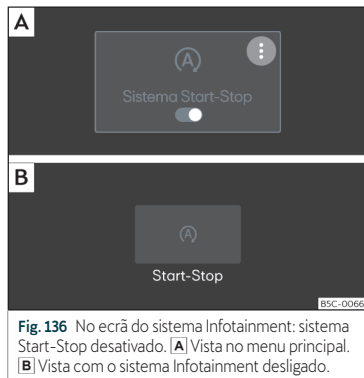

Fig. 136 No ecrã do sistema Infotainment: sistema Start-Stop desativado. **[A]** Vista no menu principal. **[B]** Vista com o sistema Infotainment desligado.
Quando o símbolo (A) aparecer em cor de laranja»» **Fig. 136** o sistema está ativado e fará a paragem e o arranque. Quando o símbolo (A) aparecer em branco o sistema está desligado.